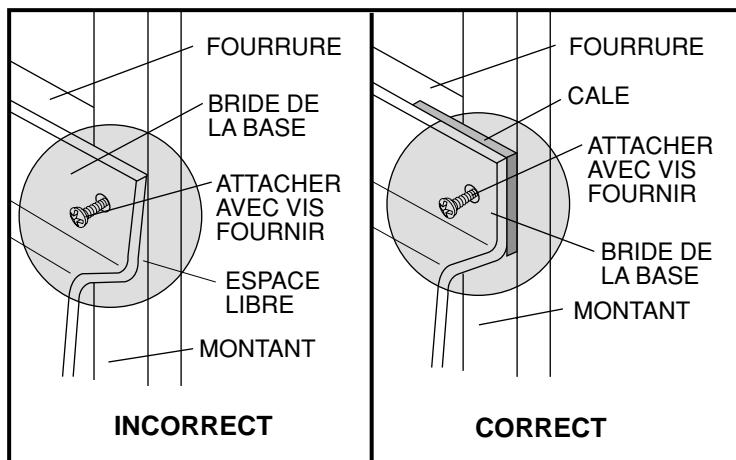

Figure 2B
**NOTE :** S'il y a un espace entre la bride de la base et le montant ou la fourrure, des cales doivent être utilisées pour éviter de tordre ou de fissurer la bride. (Voir la figure 2B.)